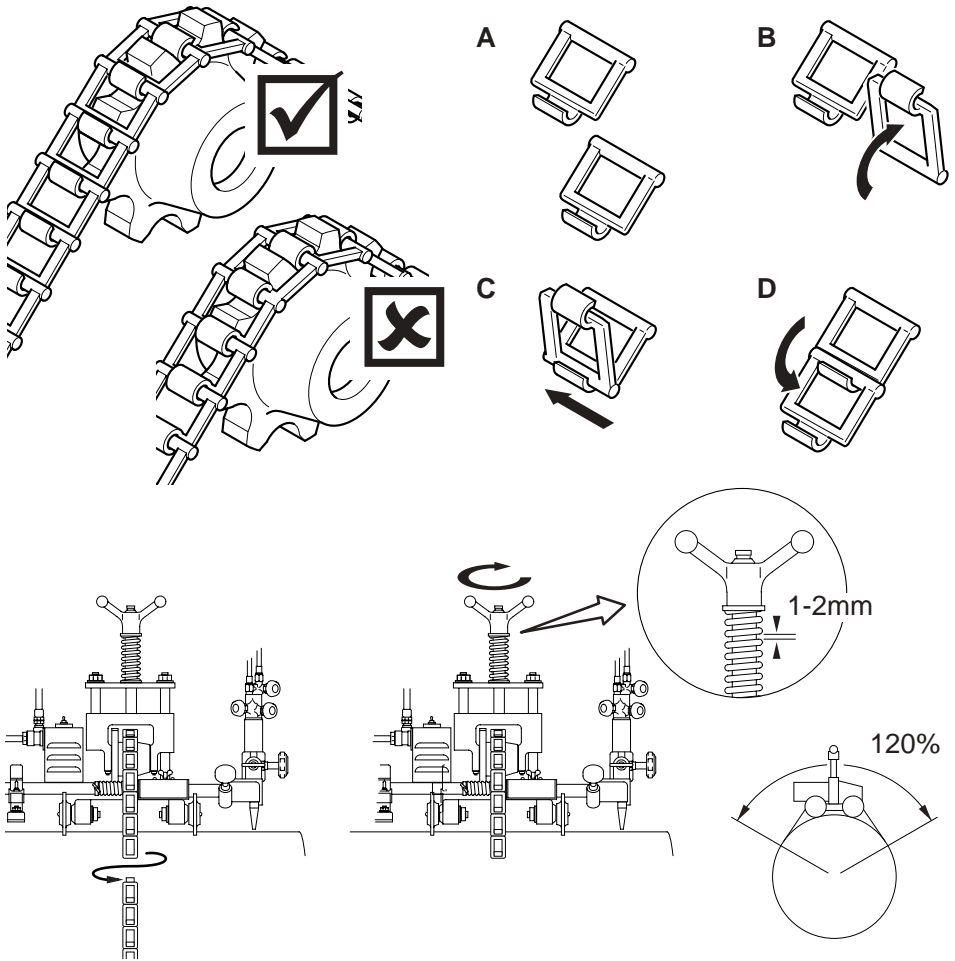

figura 4 - 2
- 3 Inserire la catena nella ruota dentata e agganciare le catene come mostra la figura 4 - 2 per applicarla al tubo.